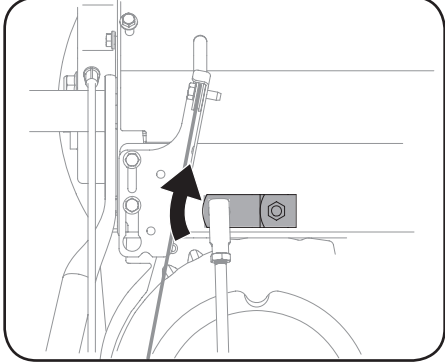

Figure 4-8
3. Faites pivoter le support vers le bas, aussi loin que possible. Voir la Figure 4-8.